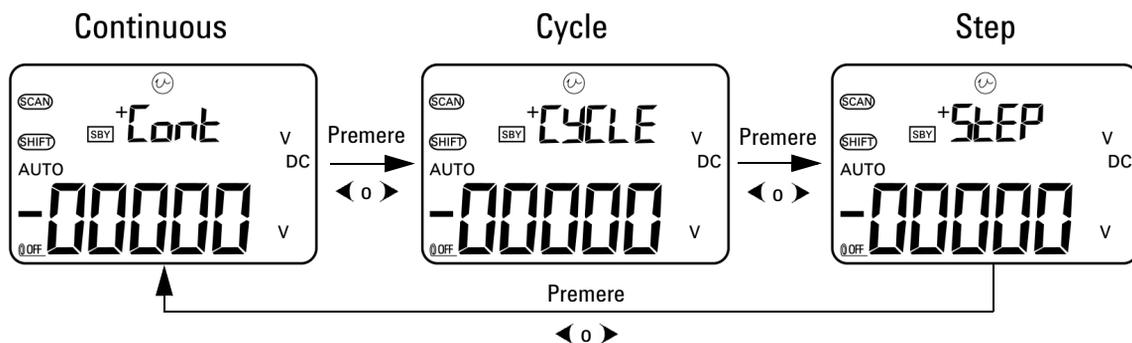

Figura 2-1 Selezione della modalità di uscita a scansione automatica
- 4 Dopo aver selezionato la funzione **SCAN** richiesta, premere **◀ o ▶** per selezionare una delle tre modalità: continua, ciclo o a gradini. Il display secondario indicherà rispettivamente **Cont**, **CyCLE** o **StEP** (Figura 2-1 a pagina 34).